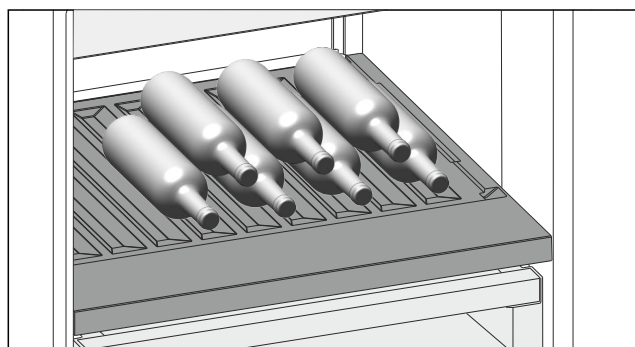

Fig. 81
- Flaschen mit dem Boden nach hinten zur Rückwand einlegen. (siehe Fig. 81)